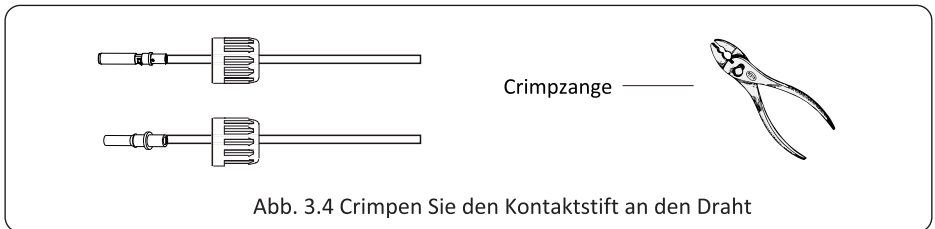

Abb. 3.4 Crimpen Sie den Kontaktstift an den Draht
b) Crimpen Sie die Metallklemmen mit einer Crimpzange wie in Abbildung 3.4 gezeigt.